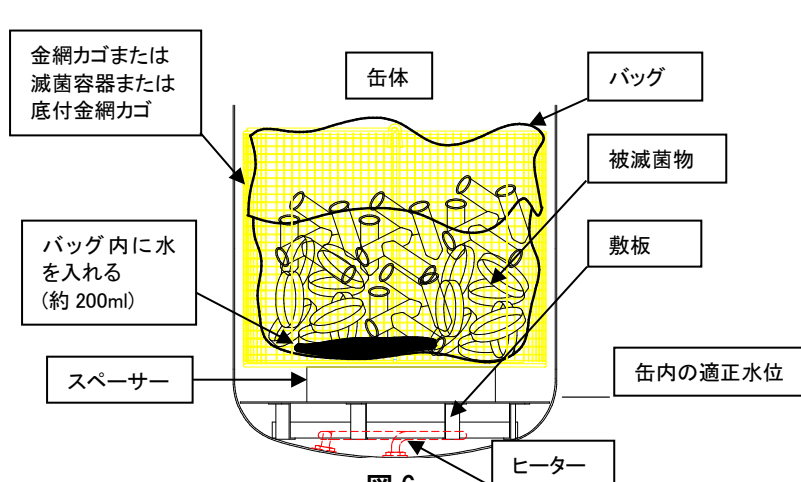
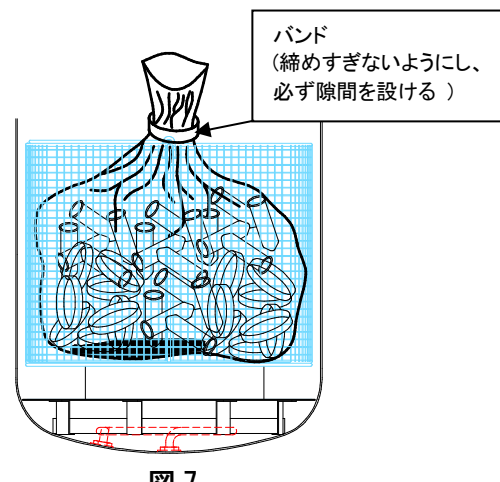

図 6
図 7
折り返したバッグ容積の 60%程度の内容量にとどめてください。(図 6)
- ❗ **バッグの口は必ず開いてください。(図 6, 図 7)**
- ❗ **確実な滅菌の為にバッグに 200ml 程度の水を入れてください。(図 6)**